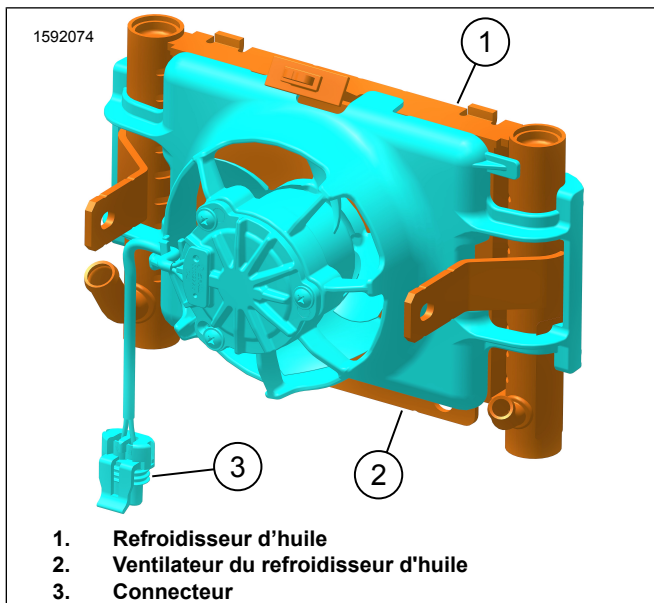
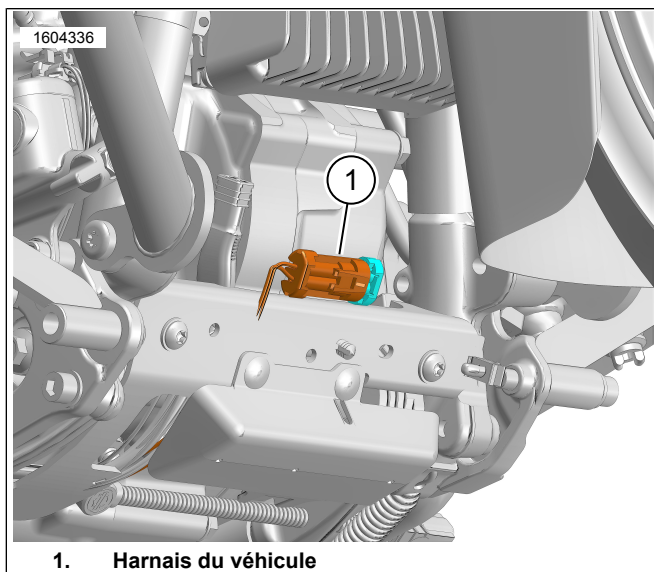

Figure 3.
Figure 4. Harnais du véhicule
1. Voir la Figure 3. Installez le ventilateur du refroidisseur d'huile (2) sur le refroidisseur d'huile (1).
3. Voir la Figure 3. Connectez le connecteur du ventilateur du refroidisseur d'huile (3) sur le faisceau du véhicule (1). Voir la Figure 4.